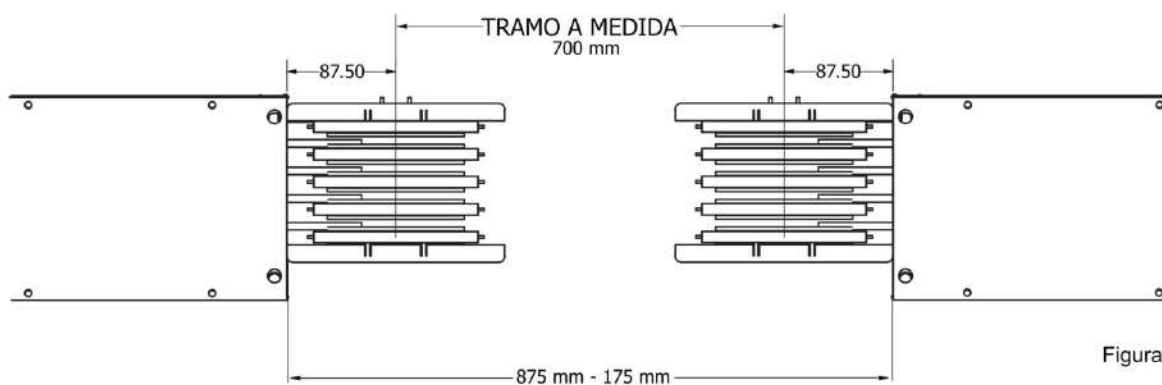

Figura 2
- Ese resultado será la medida real de ajuste (ver figura 2)